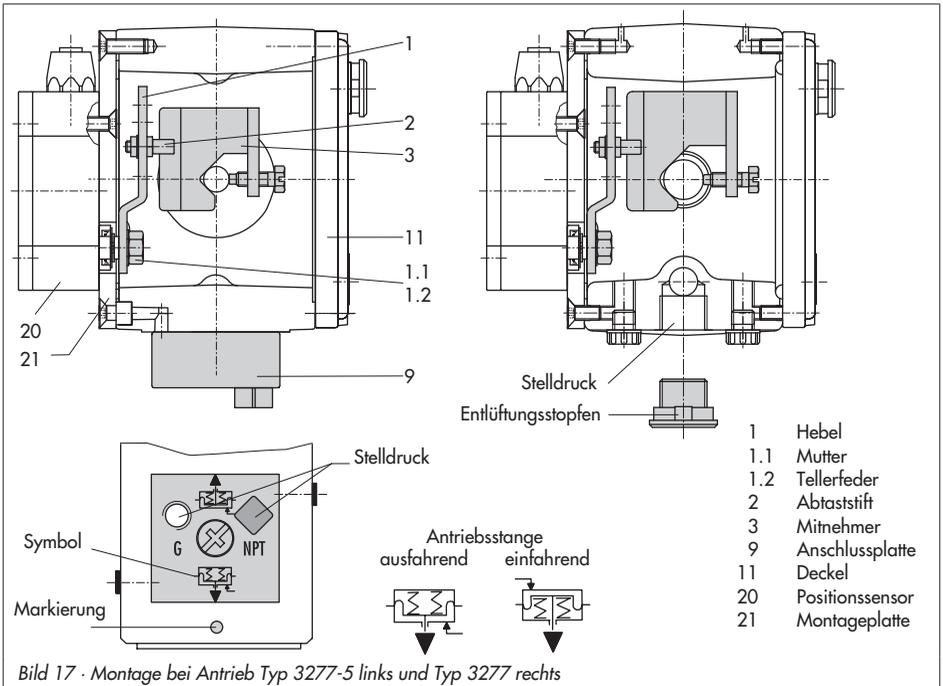

Bild 17 · Montage bei Antrieb Typ 3277-5 links und Typ 3277 rechts
Der Stelldruck vom Stellungsregler wird über den Stelldruckanschluss der Anschlussplatte (9, Bild 17 links) auf die Membrankammer des Antriebes geführt. Dazu zunächst die Anschlussplatte (9) aus dem Zubehör am Joch des Antriebes verschrauben.
- ▶ Anschlussplatte (9) dabei so drehen, dass das für die Sicherheitsstellung richtige Bildsymbol „Antriebsstange ausfahrend“ oder „Antriebsstange einfahrend“ nach der Markierung ausgerichtet ist (Bild 17 unten).
- ▶ Unbedingt darauf achten, dass die Flachdichtung der Anschlussplatte (9) richtig eingelegt ist.